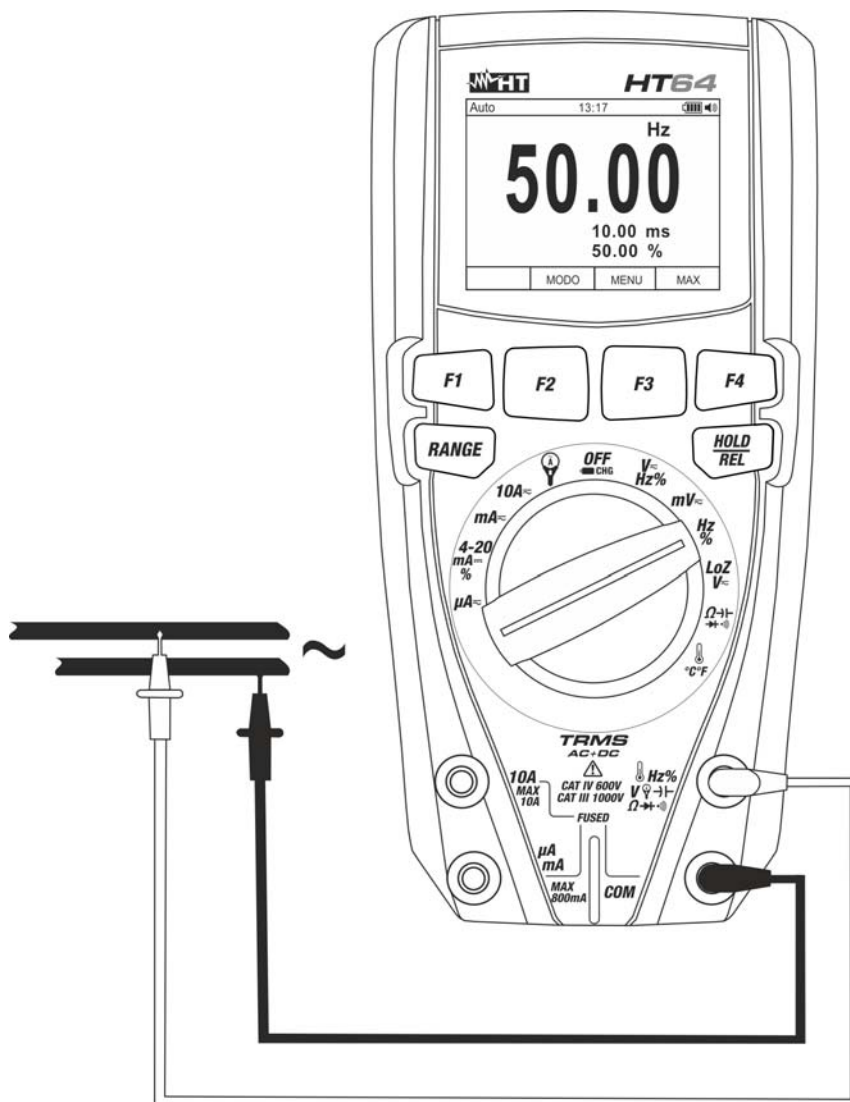

Fig. 25: Uso dello strumento per misura di Frequenza e Duty Cycle
4. Posizionare il puntale rosso ed il puntale nero rispettivamente nei punti del circuito in esame (vedere Fig. 25). Il valore della frequenza (Hz) o duty cycle (%) è mostrato a display. La barra grafica non è attiva in queste funzioni